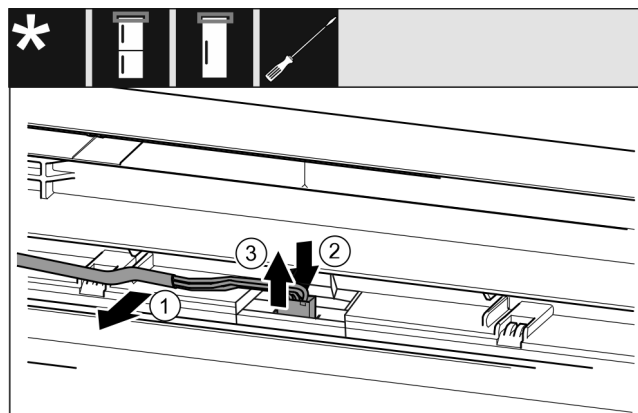

Fig. 20
- ▶ Staccare con cautela il cavo grigio dalla guida nella porta. Fig. 20 (1)
- ▶ Spingere all'indietro la linguetta dietro il connettore. Fig. 20 (2)
- ▶ Estrarre con cautela il connettore verso l'alto. Fig. 20 (3)